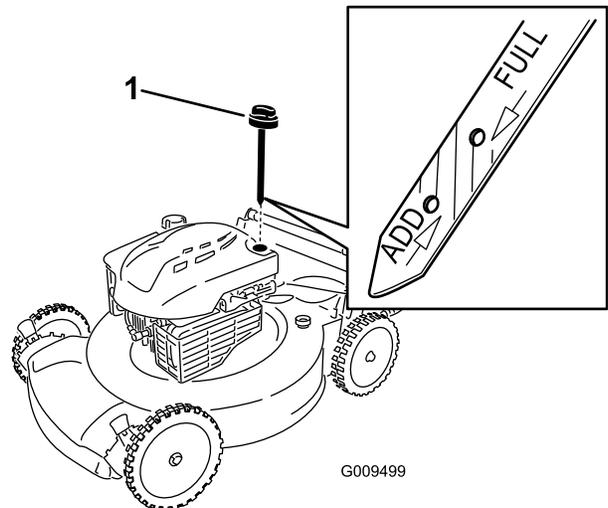

Figure 4
2. Dévissez le bouchon et sortez la jauge (Figure 4).
**Remarque:** Si le niveau n'atteint pas le repère **minimum** (Add) de la jauge, versez **lentement** une quantité d'huile suffisante dans le goulot de remplissage, patientez 3 minutes et répétez les opérations 3 à 5 jusqu'à ce que le niveau d'huile atteigne le repère **maximum** (Full) (Figure 4).